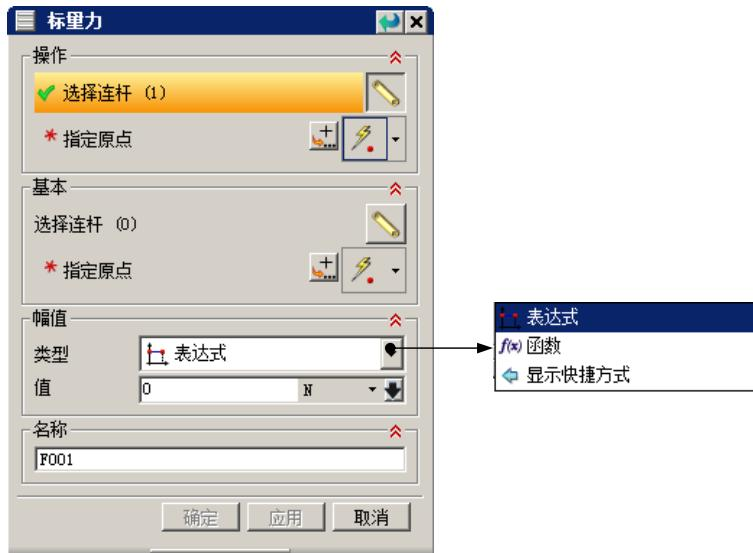

图 9.1.3 “标量力”对话框
(1) 选择命令。选择下拉菜单 **插入(S)** → **载荷(O)** → **标量力(E)...** 命令, 系统弹出图 9.1.3 所示的“标量力”对话框。